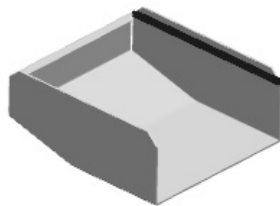
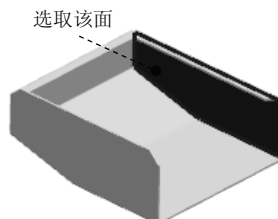
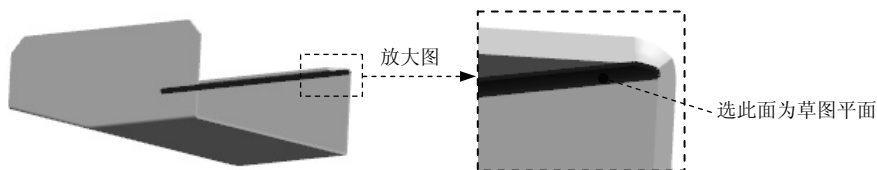

图 7.29 伸直特征 2
图 7.30 定义伸直固定面
图 7.31 定义折弯面
Step16. 创建图 7.29 所示的伸直特征 2。选择下拉菜单 **插入(S)** → **成形(R)** → **伸直(U)** 命令，系统弹出“伸直”对话框。选取图 7.30 所示的表面为伸直固定面；在系统 **选择折弯** 的提示下，选取图 7.31 所示的折弯面；在“伸直”对话框中单击 **确定** 按钮，完成伸直特征 2 的创建。